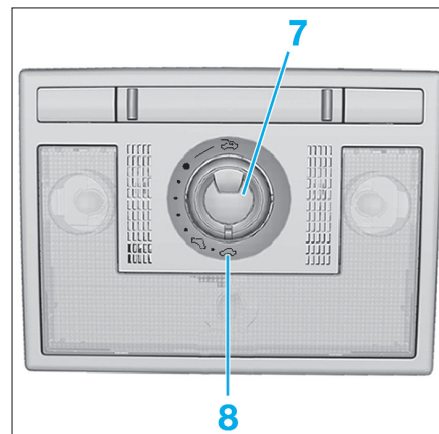

FIG. 98
Le bouton rotatif (7) doit se situer en position (8) (Fig.98) (toit fermé).
- Tirer le bouton rotatif (7) vers le bas pendant toute la durée de l'ajustage (env. 20 secondes) et le maintenir dans cette position.